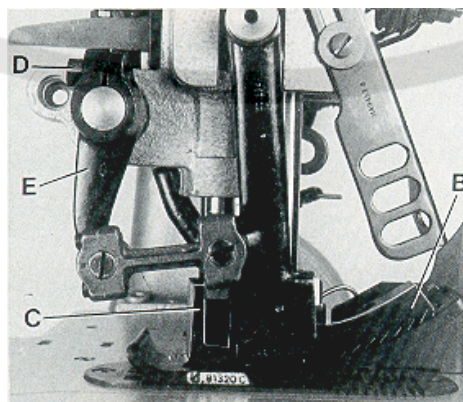

Fig.21
Assemble the upper feed dog (B, Fig. 21) and the presser foot (C). The upper feed dog (B) should not push against the front or rear end when moving in the slots of presser foot (C).
For setting the upper feed dog with respect to the slot ends in the presser foot and the tooth spaces of the lower feed dog, loosen screw (D, Fig. 21) and turn drive lever (E) accordingly to the front or rear. Retighten screw.
Montieren Sie den Obertransporteur (B, Fig. 21) und den Drückerfuß (C). Der Obertransporteur (B) darf bei seiner Bewegung in den Schlitzen im Drückerfuß (C) weder vorne noch hinten anstoßen.
Zum Einstellen des Obertransporteurs in Bezug zu den Schlitzen im Drückerfuß und zu den Zahnlücken des unteren Transporteurs lösen Sie die Schraube (D, Fig. 21) und schwenken Sie den Antriebshebel (E) entsprechend nach vorn oder hinten. Ziehen Sie die Schraube wieder an.
The motion should be set so that the rear four teeth of the upper feed dog (B, Fig. 21) remain approx. 1/3 of their height in the presser foot slots when lifting.
Die Bewegung muß so eingestellt sein, daß die hinteren vier Zähne des Obertransporteurs (B, Fig. 21) beim Abheben noch mit etwa 1/3 ihrer Höhe in den Drückerfußschlitzen sind.